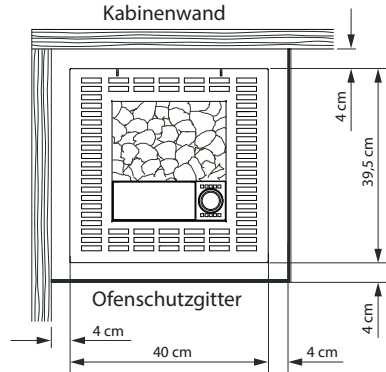

Abb. 2
- Bei der Montage des Saunaofens ist darauf zu achten, dass waagerechte (seitliche) Abstand zwischen Ofen und Kabinenwand mindestens 4 cm beträgt (Abb. 2).